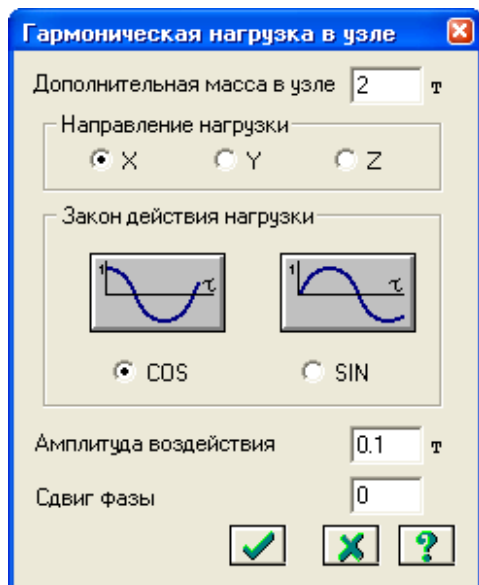

Рис.3.13. Диалоговое окно **Гармоническая нагрузка в узле**
- В диалоговом окне **Задание нагрузок**, щелчком по кнопке гармонической нагрузки, вызовите диалоговое окно **Гармоническая нагрузка в узле** (рис.3.13.).